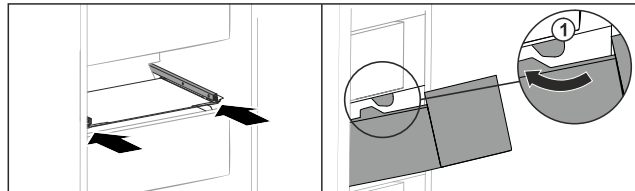

Fig. 154
- ▶ Обведите выдвижной ящик вокруг стопора Fig. 154 (1).